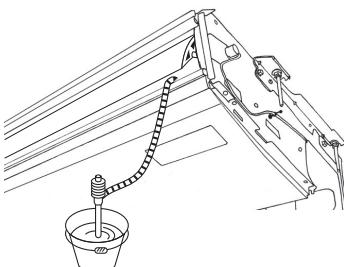

Fig. 5-3
- Üniteyle birlikte verilen ek yeri soketini ⑤, ünite üzerindeki drenaj deligine vinil klorit yapıştırıcıyla tespit edin.
- Üniteyle birlikte verilen soket kapağını ⑥ ek yeri soketine ⑤ tespit edin.
- Saha drenaj borularını (VP-20), vinil klorit yapıştırıcıyla ek yeri soketine ⑤ tespit edin.
- Üniteyle birlikte verilen drenaj borusu kapağını ⑦ sarın. (Dikiş yeri bantlaması)
- (A) Drenaj kabı
- (B) Drenaj borusu
- (C) Soket kapağı ⑥
- (D) Ek yeri soketi ⑤
- (E) Drenaj borusu kapağı ⑦
- (F) Sokma uzunluğu 37 mm.dir
- Drenajın doğru olup olmadığını kontrol edin. (Fig. 5-3)